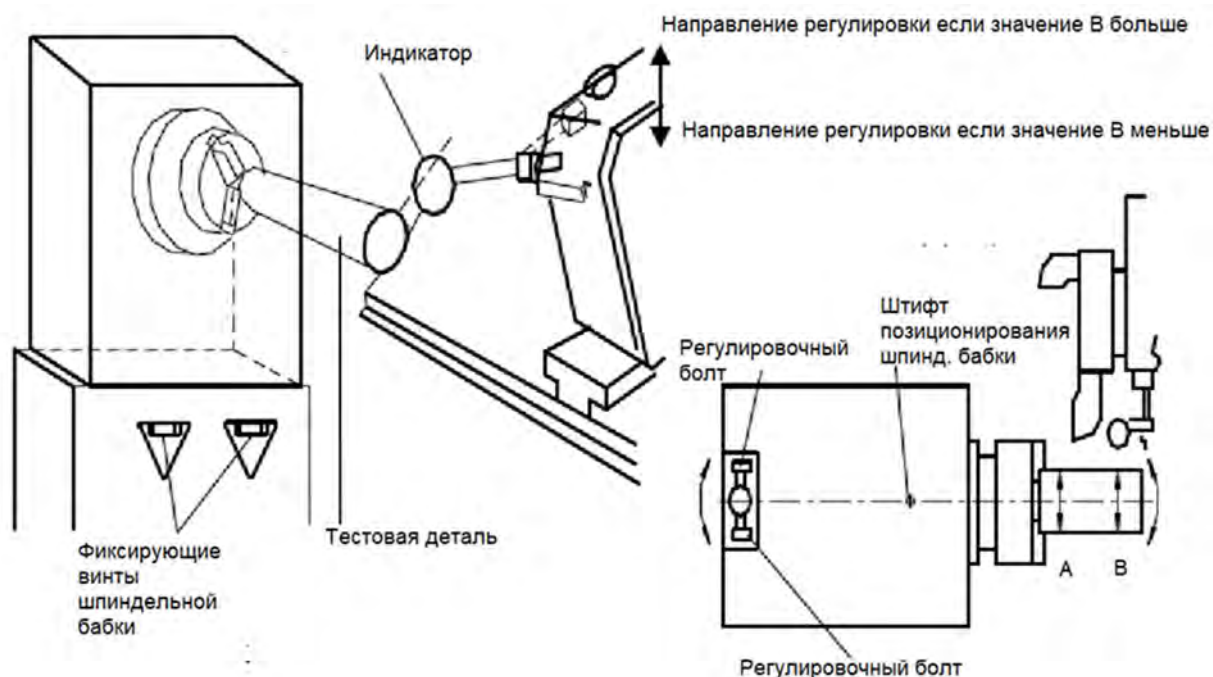

Рис. 19. Схема регулировки точности положения шпинделя
- ① Зажмите круглый пруток (тестовая деталь) длиной 200 мм, диаметром 80 мм в патроне.
- ② Проточите тестовую деталь.
- ③ Измерьте конусность обработанной тестовой детали индикатором (точки A и B на рис. 19).
- ④ Установить индикатор на позицию B тестовой детали и обнулите.
- ⑤ Ослабьте 5 стопорных фиксирующих винтов на передней бабке.
- ⑥ Отрегулируйте осевую линию шпинделя с помощью регулировочных болтов, установленных с двух сторон регулировочного блока на заднем конце шпинделя. При регулировке сначала ослабьте болт с одной стороны, а затем поверните болт с другой стороны, чтобы передняя бабка двигалась. Если измеренный размер на B тестовой детали больше, переместите переднюю бабку ближе к контакту индикатора. Если измеренный размер на B испытуемого образца меньше, переместите переднюю бабку, чтобы шпиндель находился дальше от контакта индикатора. Необходимо аккуратно делать регулирование по показаниям индикатора .
- ⑦ После регулировки осевой линии шпинделя затяните стопорные винты, установленные на передней бабке, затем затяните два регулировочных болта, при этом необходимо тщательно затянуть стопорные болты, наблюдая за индикатором, поскольку осевая линия шпинделя может измениться во время затяжки стопорных болтов.
- ⑧ После завершающих этапов, упомянутых выше, проводят точение цилиндра, и его конусность должна быть в пределах заданных припусков, если она превышает этот припуск, повторяют этапы ③ - ⑧ до тех пор, пока она не станет удовлетворительной.